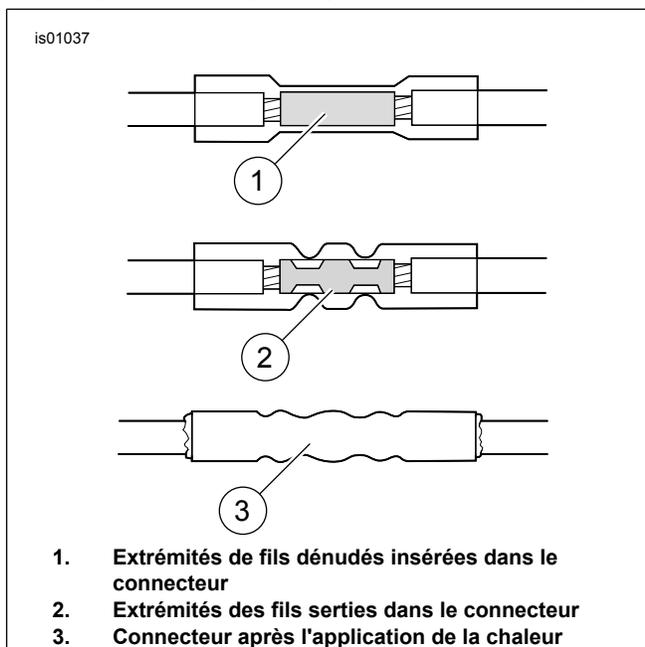

Figure 9. Connexions d'épissures scellées
- e. Voir la Figure 9. À partir des extrémités dénudées, insérer un fil orange/blanc dans une extrémité du connecteur d'épissure. Dans l'autre extrémité du connecteur d'épissure, insérez l'autre fil orange/blanc avec le fil rouge du harnais de l'adaptateur.
- d. Voir la Figure 9. Insérer le fil orange/blanc de l'étape 4b dans une extrémité du connecteur d'épissure étanche.
- e. Voir la Figure 9. Insérer le fil rouge du faisceau d'adaptateur dans l'autre extrémité du connecteur d'épissure étanche.